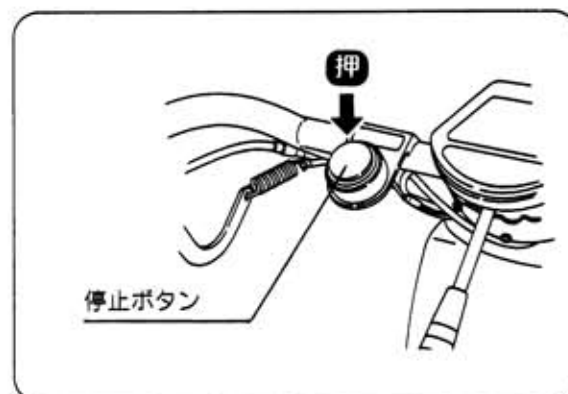

図24
- ④ 停止ボタンを押すと、エンジンは停止します。(図24)